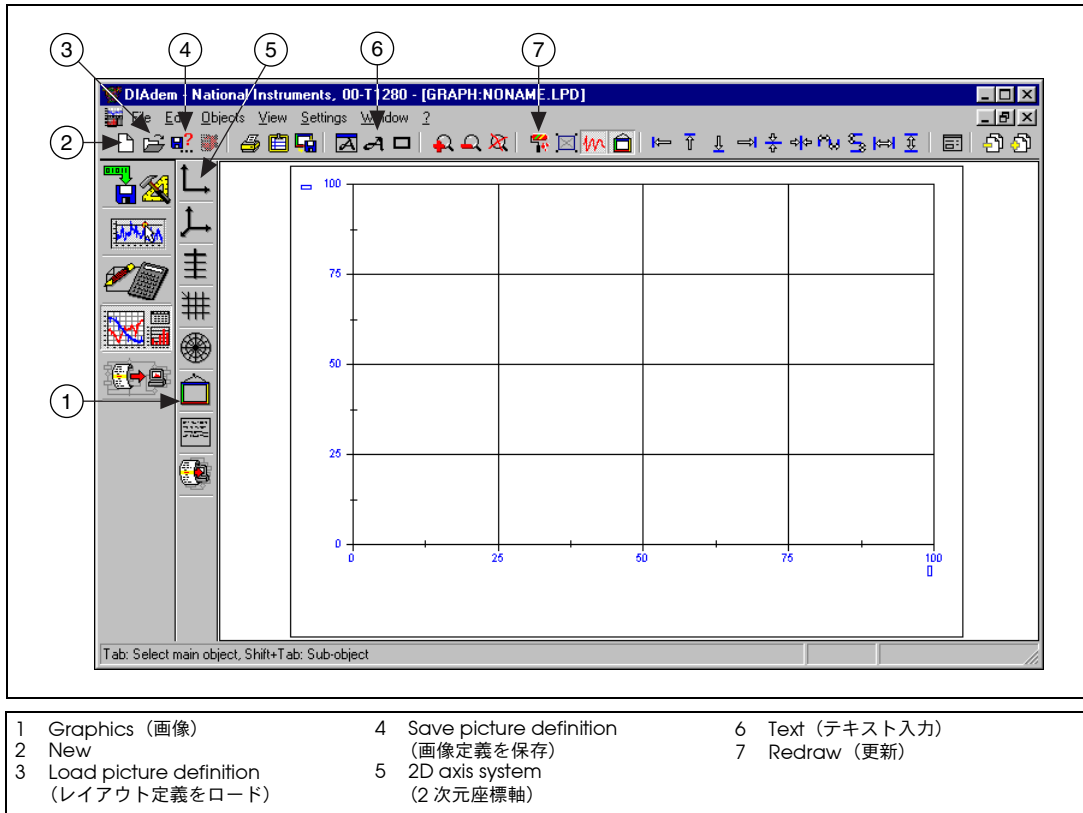

図 6-1 DIAdem GRAPH 概観
2. 画面の左上にある **New** ボタンをクリックします（図 6-1 参照）。または、メニューから **File** → **New** を選択します。
レイアウトは図 6-1 のようになります。
1. **Graphics** をクリックします (図 6-1 参照)。
1. スクリーン上部のツールバーから **Text (A)** をクリックします (図 6-1 参照)。ポインタが、テキスト入力モードに変わります。